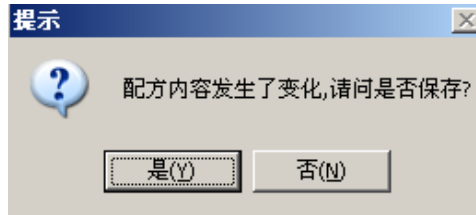

图 15.6 配方保存提示
- ◇ **退出:** 退出配方，如果配方没有存盘，则提示存盘，如图 15.6 所示。